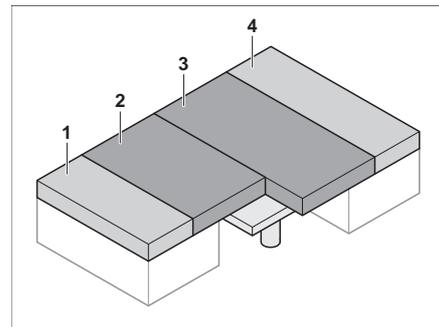

Bild 80 Nach dem Umbau
- Die Sitzpolster (Bild 80,2 und 3) zur Mitte ziehen.
- Die Rückenpolster (Bild 80,1 und 4) zwischen die Sitzpolster (Bild 80,2 und 3) und die Außenwand legen.